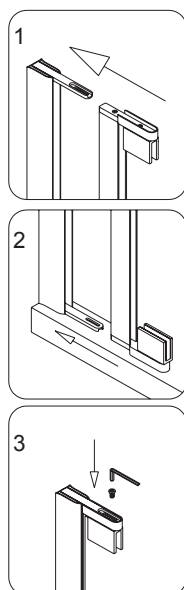

Рис. 4
4. Вставьте собранный стеклянный профиль для стеклянной двери **(2)** в профиль настенный для стеклянной двери **(1)**. Закрепите верхний поворотный узел **(7)** и поворотный фиксатор **(8)** при помощи болта с шестигранным отверстием в головке M6×12 **(18)**. *См. рис. 4 для более подробной информации.*